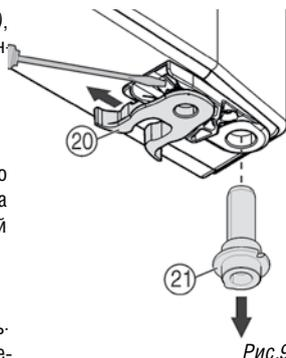

Рис. 9
- ▶ Перевесьте пружинный зажим 20 (Рис. 9), отожмите защелку и снимите пружинный зажим.
- ▶ Выньте несущий штырек 21 (Рис. 9) из дверной втулки и переместите на другую сторону вместе с прокладкой. Защелка должна быть обращена к внутренней стороне двери, паз — к внешней.
- ▶ Откройте нижнюю часть двери и вставьте штырек 21 (Рис. 9) в петлю. При необходимости поворачивайте штырек, пока он не встанет на место.